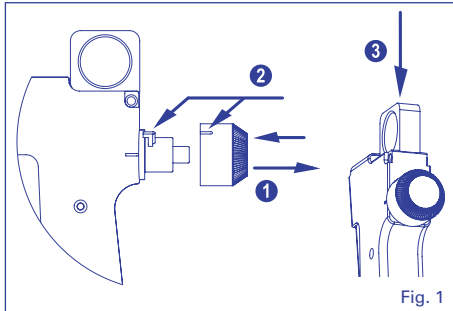
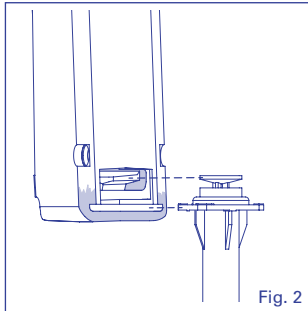

Fig. 1
Fig. 2
Inserting the syringe and setting button (Fig. 1, 2, 3)
- 1 Select button (3) and colour matching syringe (5) according to the volume to be delivered.
- 2 Insert button (3) on shaft as shown in Fig.1 make sure guide (8) enters slot (9) in button. To remove button, just pull out strongly.
- 3 Slide rod (2) down until it stops.
- Insert syringe (5) into recess (4) until it stops (Fig. 2).
Aufsetzen des Einstellknopfes und der Spritze (Abb. 1, 2, 3)
- 1 Einstellknopf (3) und gleichfarbige Spritze (5) dem gewünschten Dosiervolumen entsprechend wählen.
- 2 Einstellknopf (3) wie in Abb.1 gezeigt aufsetzen. Führungsgrippe (8) in Schlitz (9) des Knopfes einfügen.
- 3 Drehknopf wird durch kräftiges Ziehen entfernt. Stange (2) muss bis zum Anschlag nach unten geschoben sein.
- Spritze (5) in Halterung (4) bis zum Anschlag einschieben. (Abb. 2).